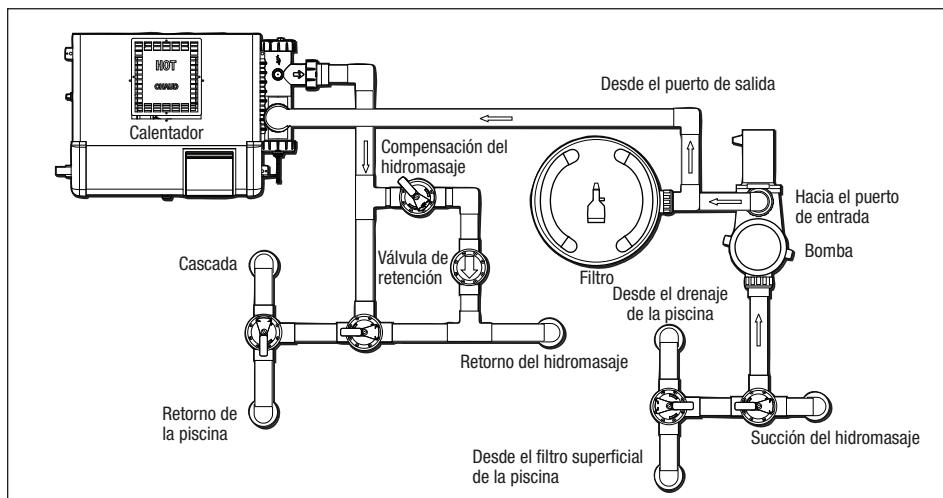

Figura 4. Conexión básica de tuberías para combinación de piscina/hidromasaje
- Coloque el filtro en la base de hormigón, alineado con los tubos de entrada/salida (consulte la Figura 4). *Quite el tornillo de envío.*